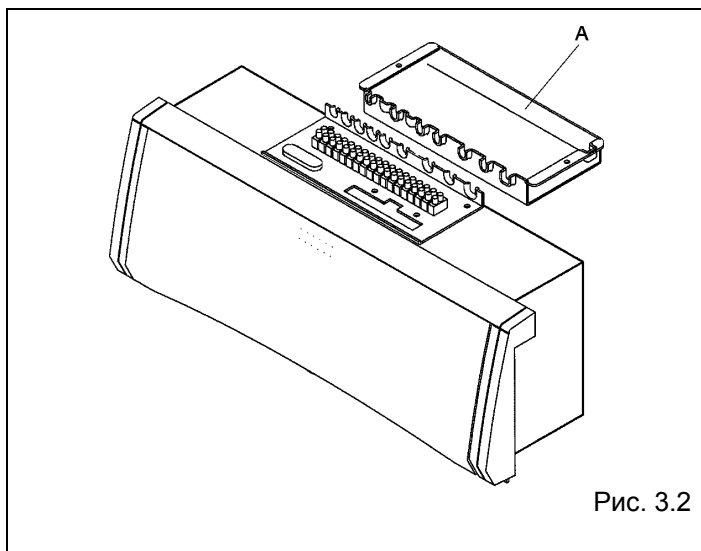

Рис. 3.2
- снимите с облицовки котла защитную крышку А, отвинтив два крепежных винта (рис. 3.2);
- после этого откроется доступ к электрическим контактам для выполнения электрических соединений (рис. 3.2);